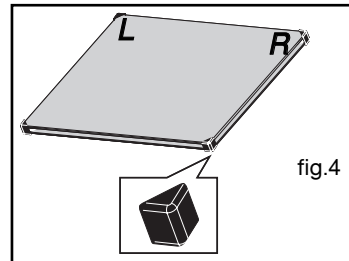

fig.4
- Falls erforderlich, alle Innenscheiben der Tür entfernen. Modellabhängig besteht dieser Satz aus einer oder zwei Scheiben, die an jeder Ecke schwarze Gummimuffen aufweisen (Abb. 4).